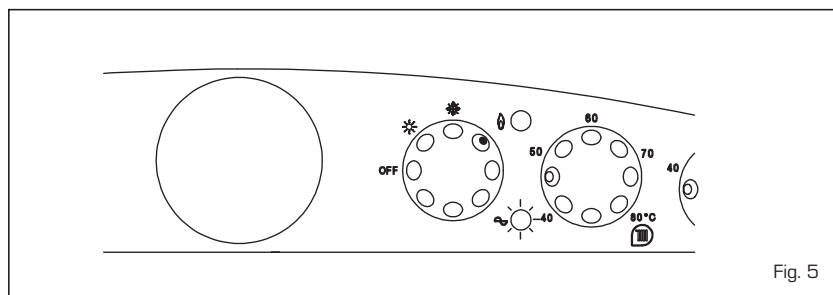

Fig. 5
- Outras anomalias (fig. 5)
No caso em que se acenda a lâmpada bicolor verde intermitente (fig. 5) a caldeira não funciona. Para restabelecer o funcionamento, rearmar o botão do termostato.